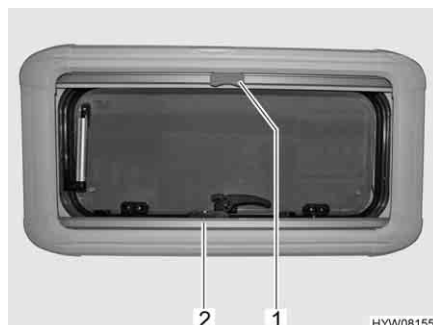

Fig. 41 Finestra apribile
- Afferrare la tendina oscurante pieghevole (Fig. 41,2) per la parte centrale della barra di presa, tirarla dal basso verso all'alto e rilasciarla nella posizione desiderata. La tendina oscurante pieghevole rimane in questa posizione.
- Tirare la zanzariera a rullo per la maniglia (Fig. 41,1) verso il basso fino a quando non si trova in contatto con la tendina oscurante pieghevole (Fig. 41,2).
- Premere la maniglia (Fig. 41,1) della zanzariera a rullo.